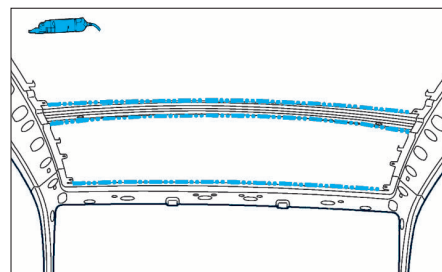

FIG. 155
- Couper le cordon de colle (Fig.155 et 156).